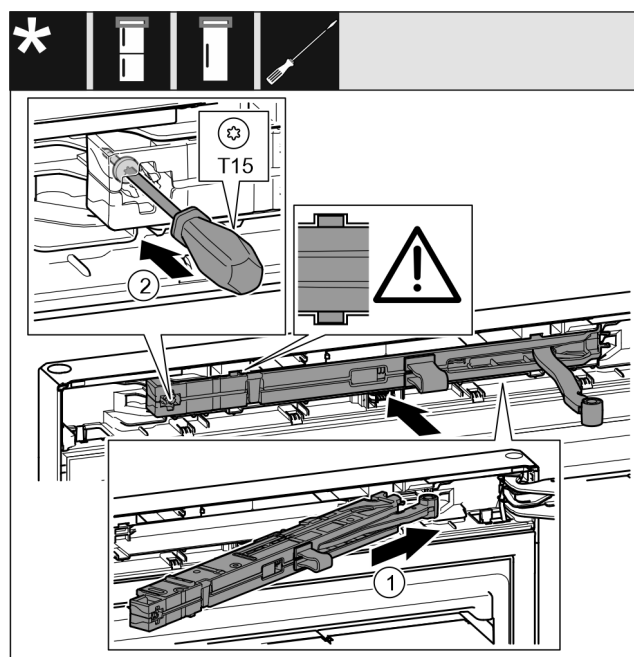

Fig. 44
- ▶ Pe partea suportului de lagăr împingeți înclinat unitatea amortizorului de închidere Fig. 44 (1) până la opritor în degajare.
- ▶ Înșurubați ferm șurubul Fig. 44 (2) cu o șurubelniță.